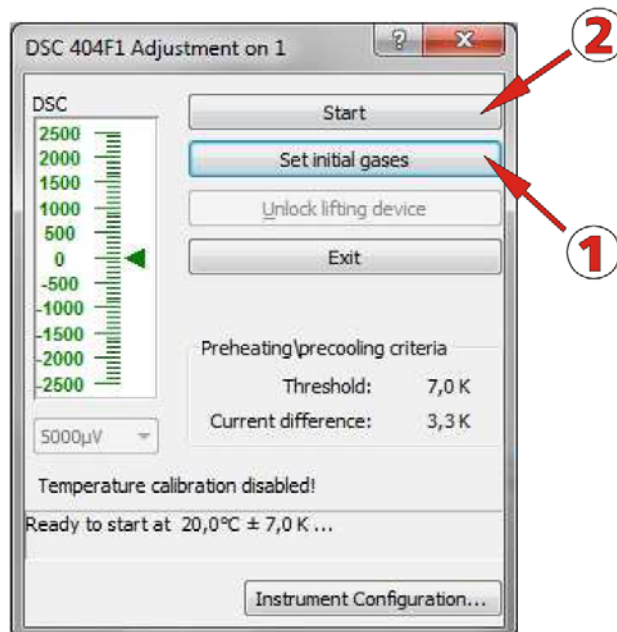

Figure 36 : DSC 404F1
Cliquer sur l'icône « Start the measurement », la fenêtre DSC 404 F1 s'ouvre (Figure 36). Cliquer sur « Set initial gases » (1), attendre quelques secondes que le flux de gaz se stabilise puis cliquer sur « Start » (2).